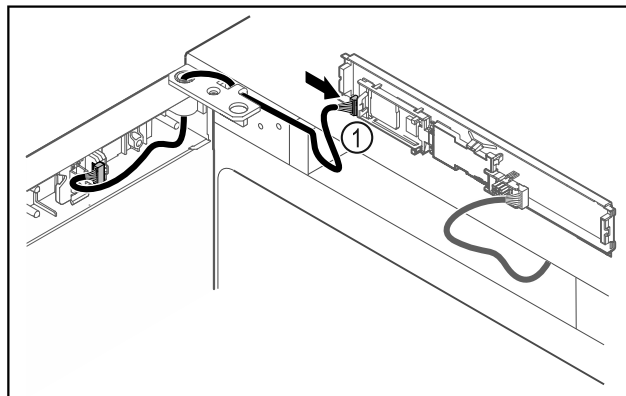

Fig. 42
- ▶ Introduceți fișa Fig. 42 (1) la placa electronică.